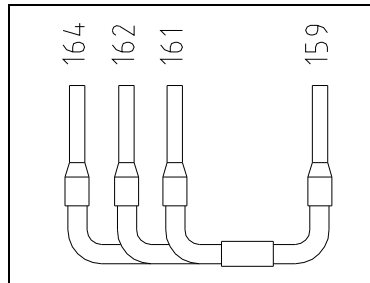

Figura 2.2: Instalación de la AE45/8
12. Instale la AE45/8 en los terminales mostrados en la figura 2.2, asegurándose de que no dañe ningún cable existente.